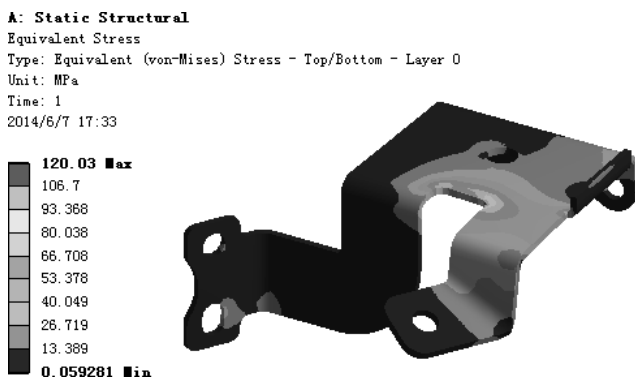

图 7.9.6 查看应力结果图解
(1) 求解分析。在顶部工具栏中单击  **Solve** 按钮求解分析。
(2) 查看应力结果图解。在“Outline”窗口中选中  **Equivalent Stress**，查看图 7.9.6 所示的应力结果，其最小应力为 0.059281MPa，最大应力为 120.03MPa。